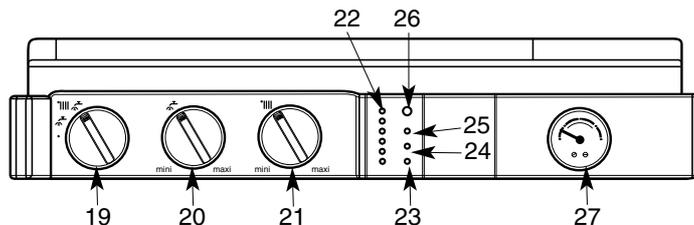

Fig. 23
- Placez le commutateur "19" (fig. 23) en position «  » voyant vert "23" allumé ; le voyant orange "24" (fig. 23) s'allume chaque fois que le brûleur entre en fonction.
Le bouton de réglage du chauffage "21" «  » (fig. 23) donne la possibilité d'ajuster la température de l'eau du circuit de chauffage en fonction des besoins saisonniers.
L'indicateur "22" «  » (fig. 23) affiche cette température.
- Placez le commutateur "19" en position arrêt «●» (extinction du voyant vert "23" (fig. 23).
**Remarque:** Dans certains cas d'installation, il est possible qu'il se produise, après puisage d'eau chaude, un léger réchauffement de la canalisation (et éventuellement d'un radiateur). Pour l'éviter, il suffit de fermer le robinet départ chauffage "31" (fig. 8, page 11). Ne pas oublier de le rouvrir en début de saison de chauffage, lorsque l'on replace le commutateur "19" (fig. 23) en position « ».